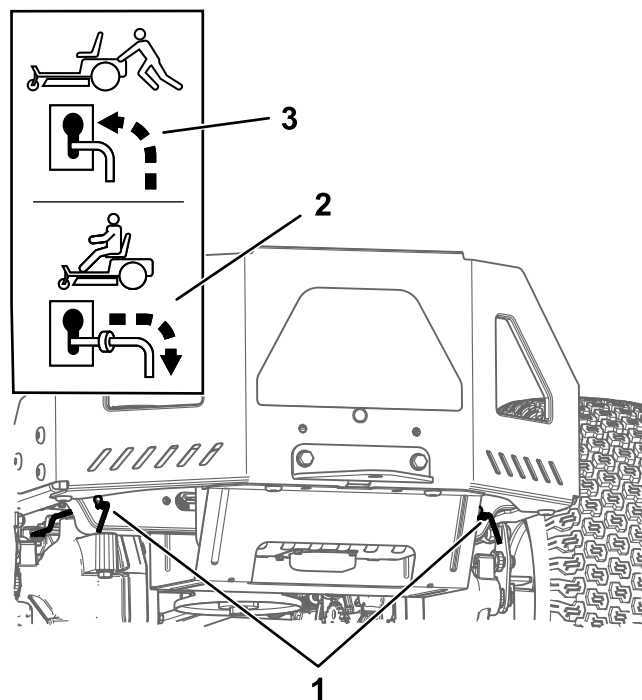

Figura 30
4. Mova ambas as alavancas de derivação para a frente através do orifício ranhurado e para baixo para as bloquear no lugar (Figura 30).